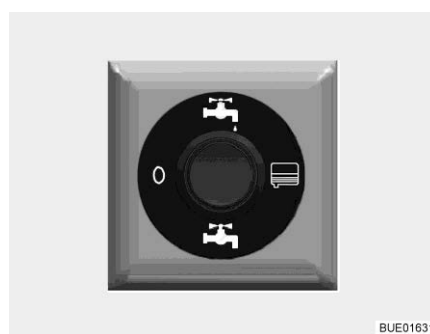

Bild 199 Brytare för elmanövrerad avtappningskran (delvis extrautrustning)
- Tryck upp till på brytaren (Bild 199). Avloppsvattnet tappas ur.
- Tryck ned till på reglaget (Bild 199) när avloppsvattnet runnit ut helt.
- Ställ brytaren (Bild 199) i läge "0" (strömlös).